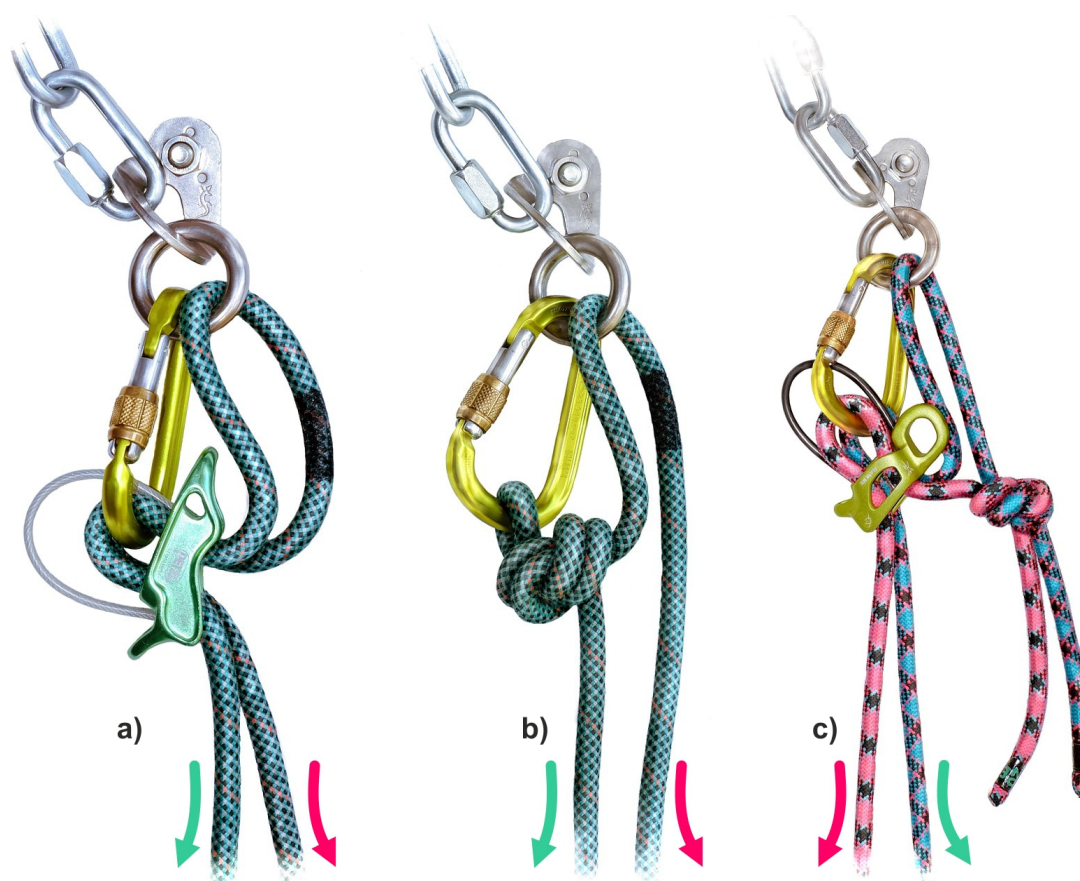

Abb. 9: Abseilen bei einem freien Seilende
- der zweite Abseilende baut das Konstrukt der Abb. 9 vor dem eigenen Abseilen wieder ab.